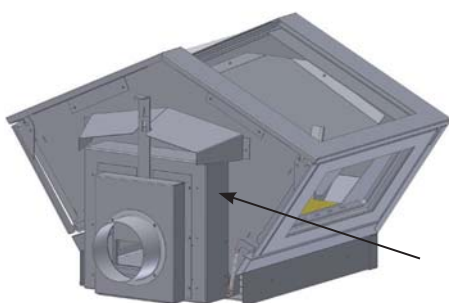

Figuur 2 Verwijder de 6 schroeven onderin
7. Verwijder de 6 schroeven aan de onderzijde (zie figuur 2).